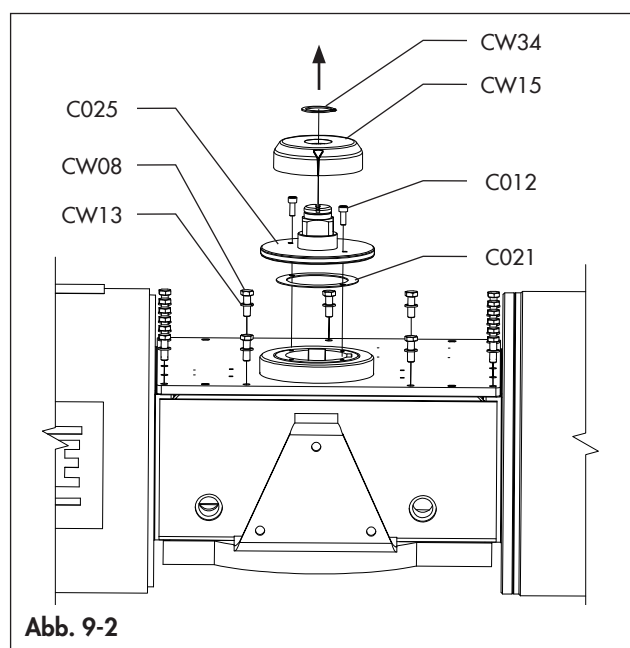
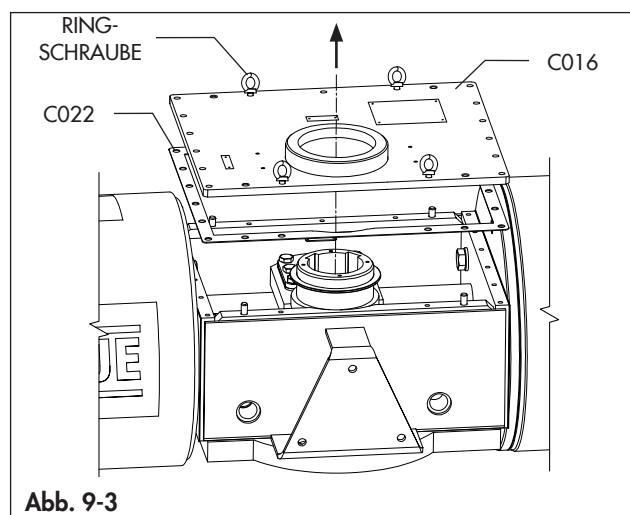

Abb. 9-2
Abb. 9-3
Siehe Abb. 9-2 und Abb. 9-3.
- Entfernen Sie die Abdeckung (C016) und die Dichtung (C022): In den Gewindebohrungen können zur Erleichterung der Hebevorgänge vier Ringschrauben montiert werden. (Abb. 9-3)